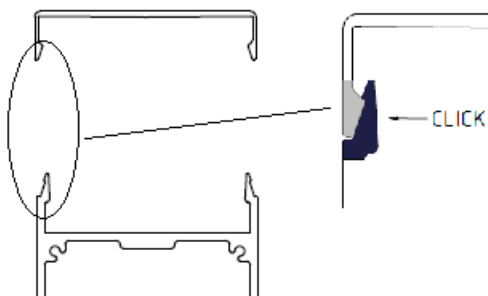

Figure 54
4. Cliquer sur la révision (couvercle) par le haut sur les poutres - Fig. 54. Les poutres murales sont pourvues d'une entretoise latérale en ruban EPDM pour éviter d'endommager la peinture de la révision lors du montage ou du démontage.